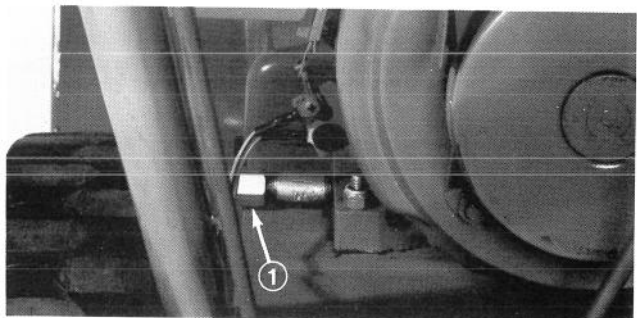

Abb. 25
3. Die Umgebung des Ölablassstopfens reinigen und die Ablasswanne unter den Ablassstutzen stellen. Dann den Ablassstopfen heraus-schrauben (Abb. 25).